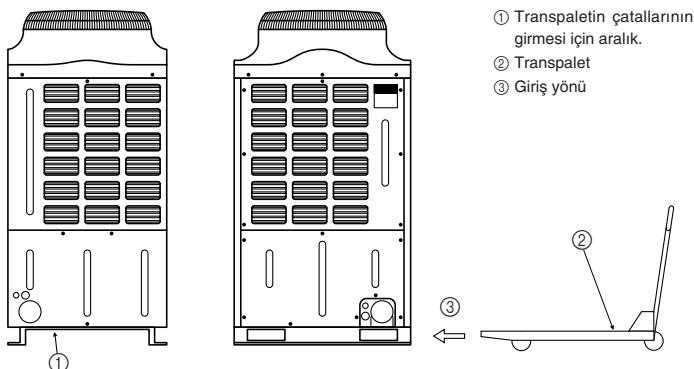

Fig. 3-2
3.2. Transpaletle nakledilmesi (Fig. 3-2)